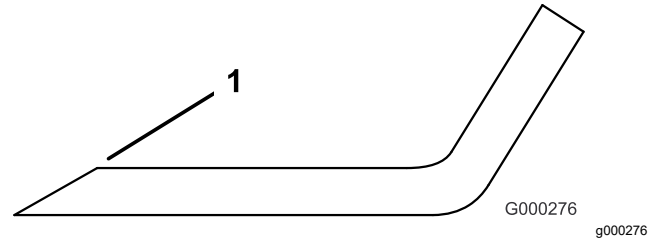

**図 91**
2. ブレードの切っ先を注意深く観察、特に、直線部と曲線部が交わる部分をよく観察する 図 91。
**注** この、直線部と曲線部の交差域は、砂などによる磨耗が進みやすい部分なので、機械を使用する前によく点検することが必要である。ブレードが磨耗してきたら 図 91、交換してください。